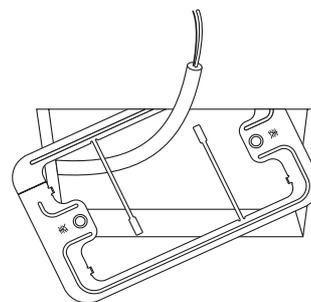

Fig. 11-26
3. Faites passer le fil à travers le support de fixation fourni et insérez le support dans le faux-plafond. (Fig. 11-26)